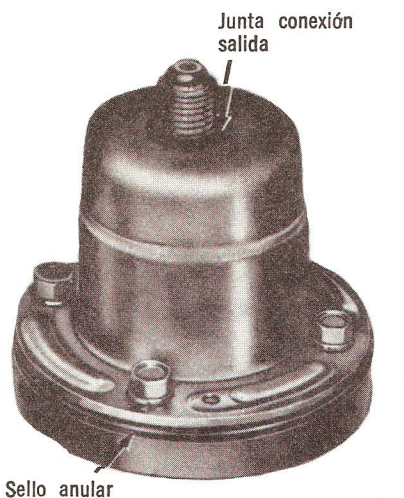

Fig. 26 — Ubicación de Juntas. Típico
1. Instale una junta nueva en la conexión de salida, junta de cobre nueva en el espárrago y sello anular nuevo en el depósito (Fig. 26). **No se deben volver a usar los sellos y juntas viejos.**